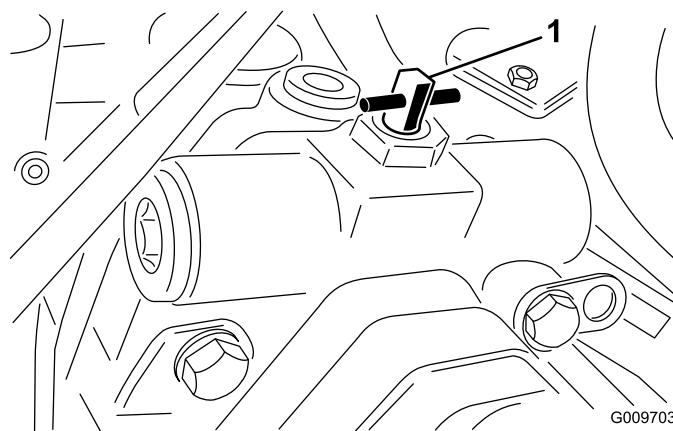

Figura 18
2. Gire la válvula auxiliar 90° (1/4 de vuelta) en cualquier sentido para abrirla y dejar pasar el aceite internamente (Figura 18). Puesto que el aceite se desvía, la máquina puede ser movida lentamente